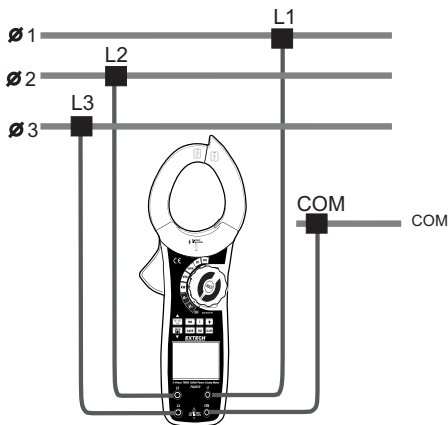

Figure 5 (3P4W)
**3Φ4Fil**: Connectez les 3 câbles (rouge -L1), jaune-L2, et le bleu-L3) dans la L1, L2 et L3 Les bornes d'entrée de doseur et connectez chaque fil de phase à un correspondant. (voir fig 5)